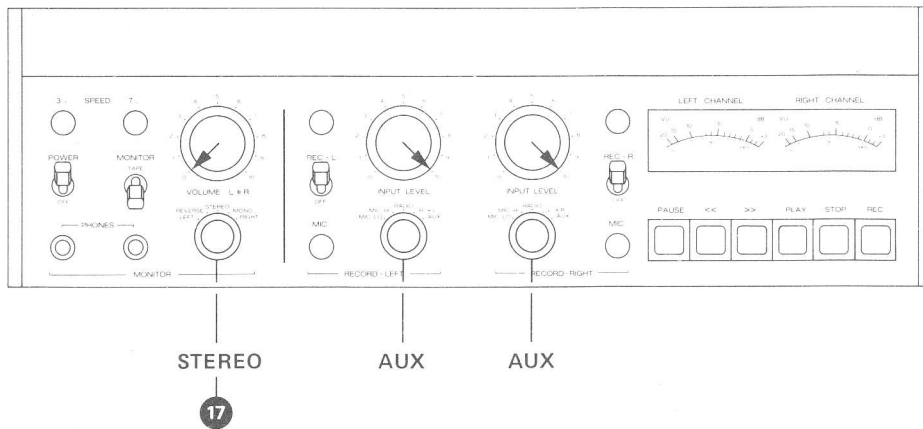

Fig. 6.4.-1
Toutes les valeurs mesurées à la sortie OUTPUT (51) au réglage maximum des potentiomètres LEVEL (50) (fig. 6.4.-1).
- Bedienungselemente nach Fig. 6.4.-1 einstellen.
- NF-Millivoltmeter an Ausgang OUTPUT (51) anschließen (Regler LEVEL (50) voll geöffnet).
- NF-Generator an Anschluss AUX INPUT (48) parallel anschließen. Generatorpegel bei 1000 Hz so einstellen, dass sich am NF-Millivoltmeter eine Spannung von 0,775 V einstellt. Für diese Spannung wird ein Eingangspegel von ca. 20 mV benötigt.